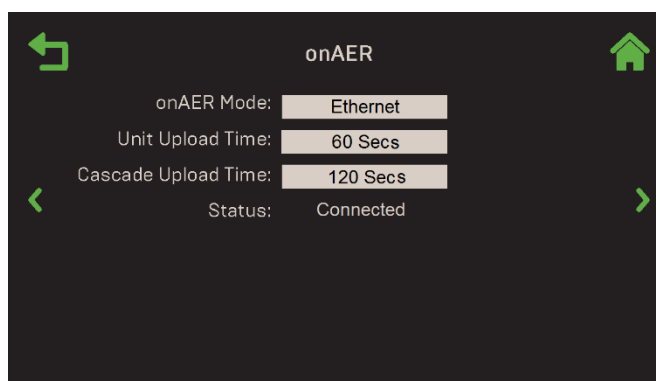

Figure 3-1 : écran onAER
3. Branchez le câble Ethernet dans la prise Ethernet du régulateur Edge (voir la figure 3-1).